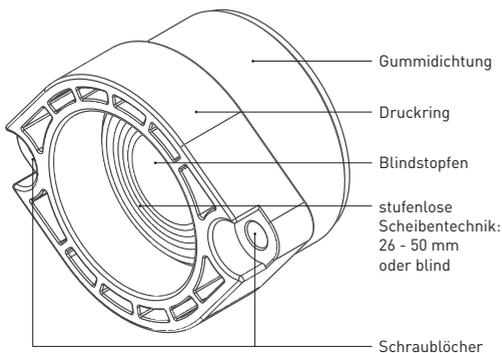

Abbildung 14.2: **PSI WalliN W NFE Bauherrenpaket Wand Dichteinsatz - Wasser** - Scheibentechnik
- Entfernen Sie den Blindstopfen des **PSI WalliN W NFE Bauherrenpaket Wand Dichteinsatz - Wasser** - und passen Sie die Gummidichtung anhand der vorgegebenen, stufenlosen Scheibentechnik (26 - 50 mm oder blind) entsprechend dem Rohrleitungsdurchmesser an (s. Abbildung 14.2).
- Entfernen Sie den Blindstopfen des **PSI WalliN W NFE Bauherrenpaket Wand Dichteinsatz - Strom** - und passen Sie die Gummidichtung anhand der vorgegebenen, stufenlosen Scheibentechnik (26 - 50 mm oder blind) entsprechend dem Rohrleitungsdurchmesser an (s. Abbildung 14.2).